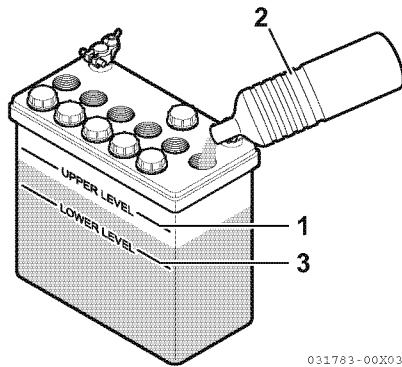

Abbildung 1
- Wenn sich die Flüssigkeit allmählich der unteren Nachfüllmarke (3, **Abbildung 1**) nähert, destilliertes Wasser (2, **Abbildung 1**) bis zur oberen Marke (1, **Abbildung 1**) nachfüllen. Bei fortgesetztem Betrieb mit zu wenig Batterieflüssigkeit verkürzt sich die Lebensdauer der Batterie und sie kann überhitzen und explodieren. Im Sommer muss die Batterieflüssigkeit häufiger als angegeben kontrolliert werden.